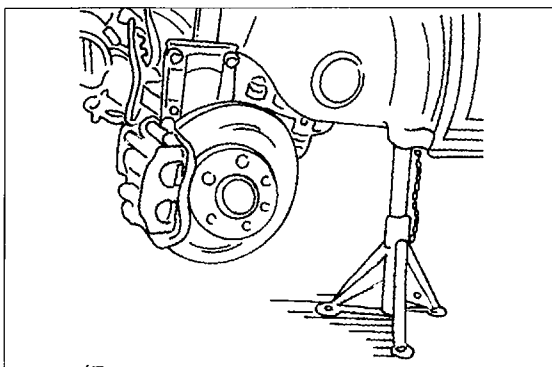

Bild 16
- Unterstellböcke werden an der Vorderseite unter die gleichen Stellen wie der Wagenheber untergesetzt. Um dies erfolgreich zu bewerkstelligen, muss man den Wagenheber unter der inneren Traverse untersetzen, um genügend Raum zum Unterstellen des Bocks zu haben. Ein richtig untergestellter Bock sitzt an der in Bild 16 gezeigten Stelle. Die zum Absichern benutzten Böcke sollten eine flache Auflagefläche haben. Falls man nur Böcke mit „V“-Auflage hat, muss man den Raum entsprechend füllen. Wichtig ist, dass die Außenkante der Böcke nicht abrutschen können. Die folgenden Anweisungen gelten zum Anheben der Rückseite des Fahrzeuges: